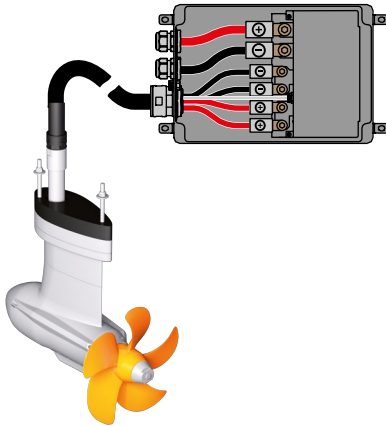

Fig. 41: Kabling elektronikkboks
1. Løsne skruene (1) på elektronikkboksen for å åpne den.
4. Koble strømkablene til de respektive merkede polene (rød = +, sort = -; 10 Nm), se "Fig. 41: Kabling elektronikkboks".
5. Koble motorkabelen til motorstyringskontakten (6).